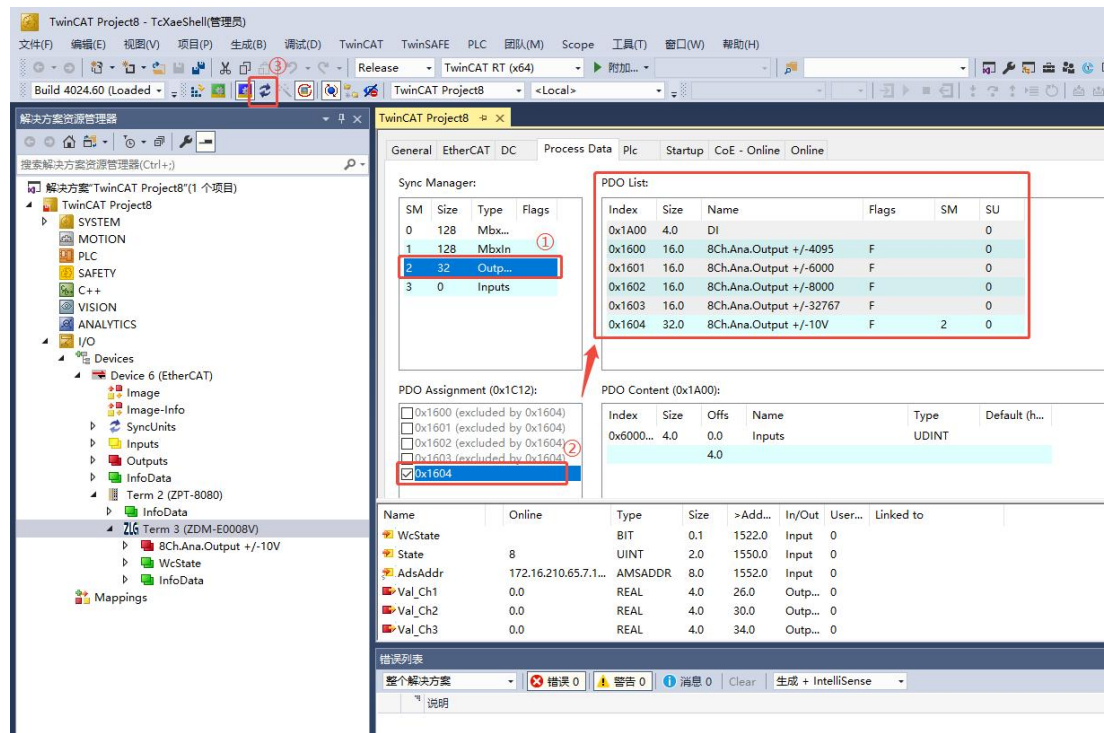

图 5-16 模拟量的数据格式设置界面
如图 5-16 所示，在“Process Data”选项页中，点击“Sync Manager”选项中的“①”，